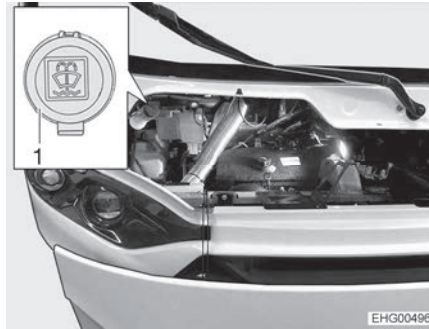

Fig. 11 Bocchettone di riempimento (acqua per i tergicristalli)
- Aprire il coperchio (Fig. 11,1) sul bocchettone di riempimento del contenitore dell'acqua di lavaggio.